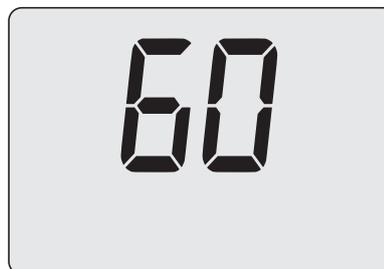

Figura 9.39
- Premendo il tasto 17 (Figura 9.36) sul display LCD appare il valore del parametro P03 (Figura 9.39).